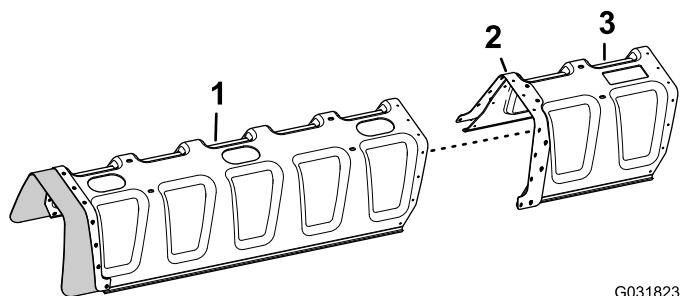

図 147
3. カバーエクステンションに取り付けられている補強プレート 2 列穴の穴に、11 ノズルブーム用カバーの穴を合わせる 図 147。